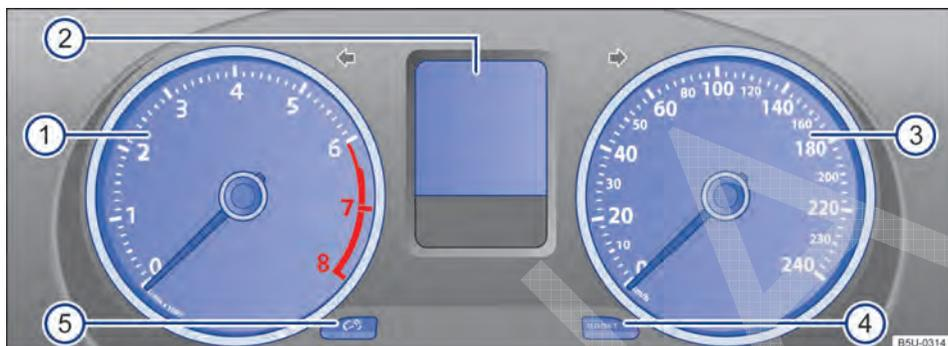
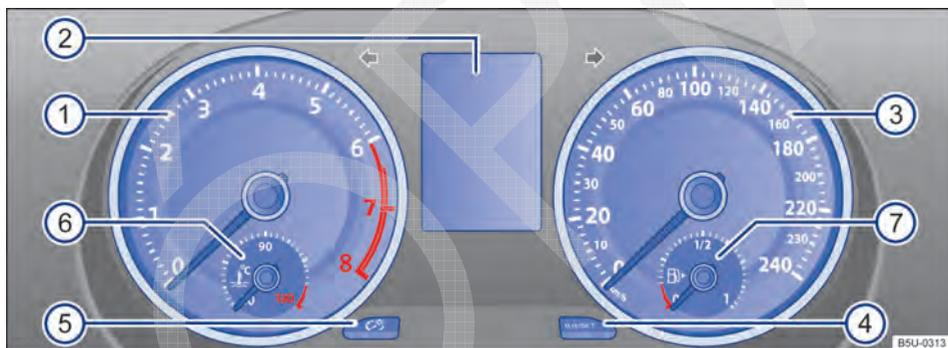

Fig. 13 Instrumento combinado no painel de instrumentos (variante 1).
Fig. 14 Instrumento combinado no painel de instrumentos (variante 2).
Significado dos instrumentos → Fig. 13 e → Fig. 14:
Conforme os equipamentos do veículo, é possível visualizar diferentes informações no display do instrumento combinado → Fig. 13 ②, → Fig. 14 ② ou → Fig. 15 ⑤:
O indicador do intervalo de serviço aparece no display do instrumento combinado → Fig. 13 (2), → Fig. 14 (2) ou → Fig. 15 (5).